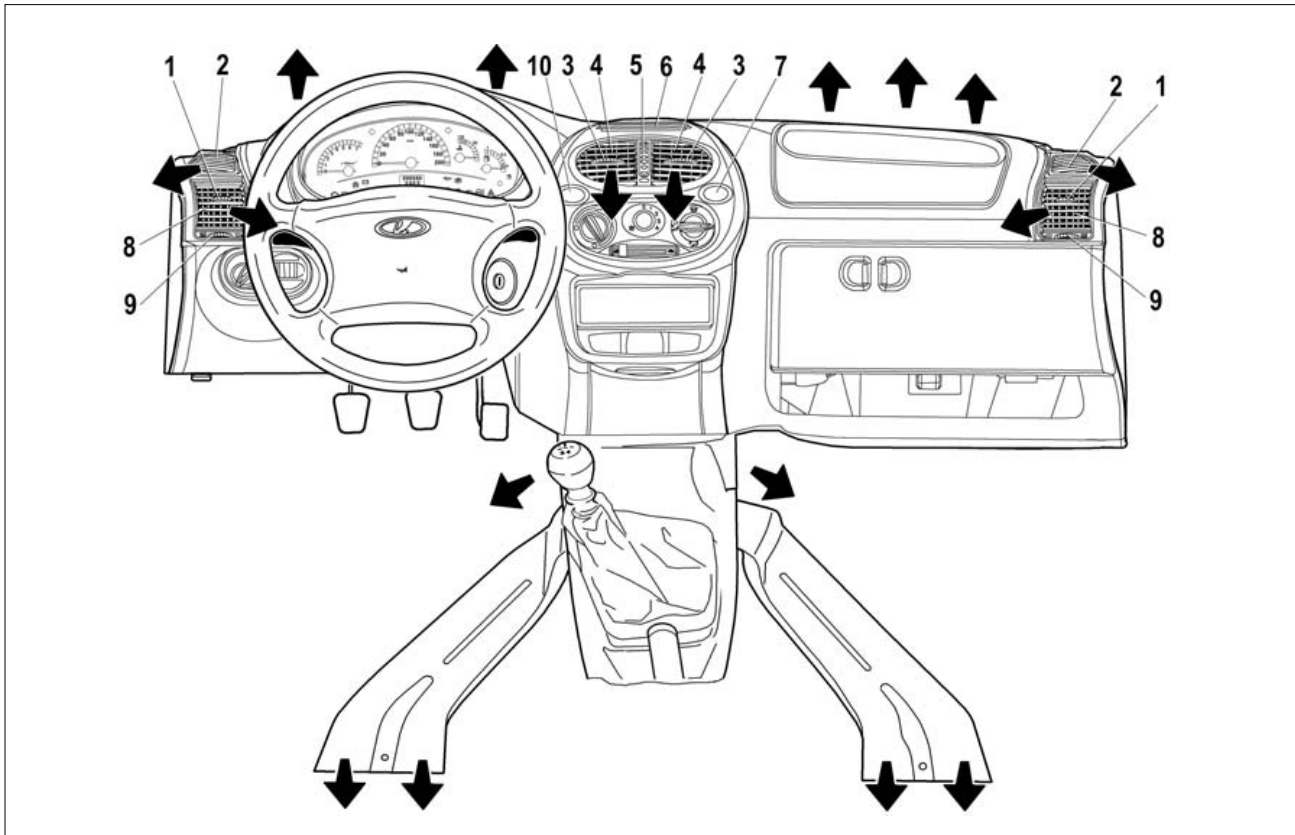

Рис. 39. Органы управления вентиляцией
**Рычагами 9 и 5** (рис. 39) привода заслонок регулируется интенсивность подачи воздуха через боковые 8 и центральные 4 сопла путем изменения положения заслонок вплоть до полного их закрытия. А **рычагами 1 и 3** направляющих лопаток боковых и
– **сопла 4 и 8** (см. рис. 39) открыть, повернув соответственно рычаг 5 на центральном сопле вниз, а рычаг 9 вправо на левом боковом сопле и влево на правом боковом сопле;
4. Нажмите на клавишу выключателя кондиционера 10 (см. рис. 39).
**В положении  рукоятки 4 хотя бы одно из сопел 4 и 8 (см. рис. 39) должно быть открытым, иначе теплообменник охлаждения воздуха (испаритель) может обледенеть и перекрыть подачу воздуха в салон.**
2. Включите кондиционер, нажав на клавишу выключателя кондиционера 10 (см. рис. 39).